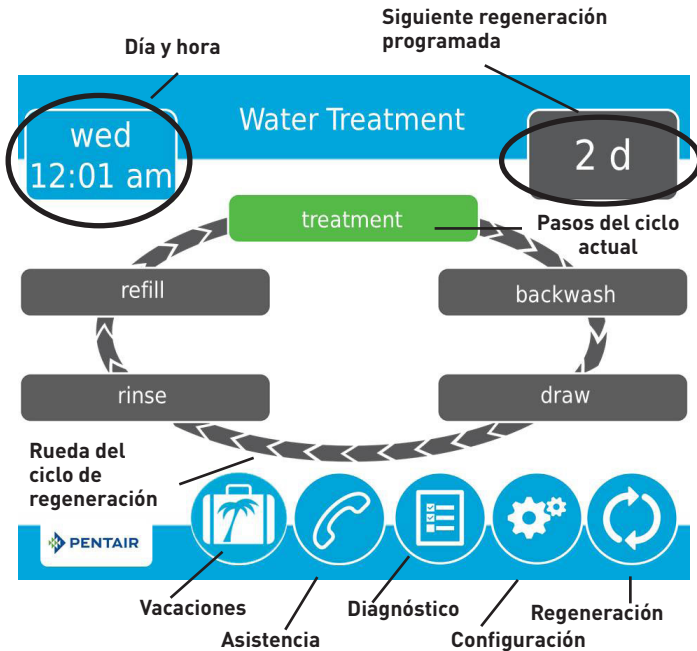

Figura 8 Pantalla inicial
5. Después de presionar , aparece la pantalla inicial (Figura 8).